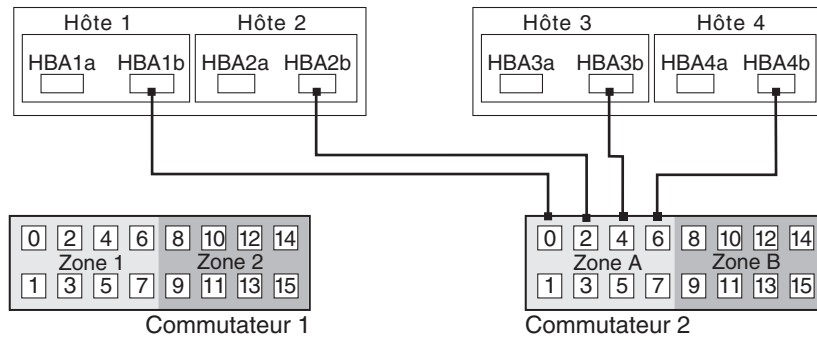

FIGURE 16 Connexions d'adaptateurs de bus hôte secondaires à des commutateurs FC
4. Connectez l'adaptateur de bus hôte secondaire de chaque hôte à un port disponible de la zone A du commutateur 2 (voir FIGURE 16).